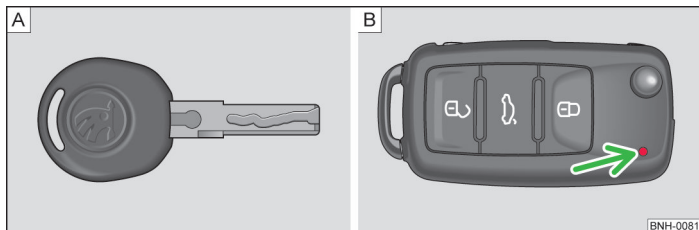
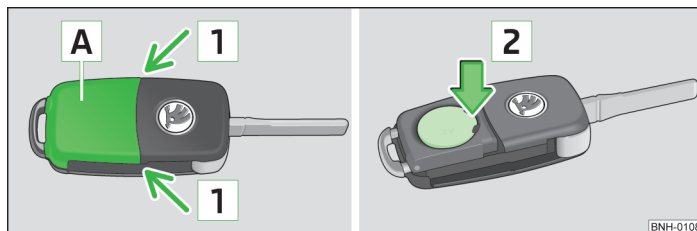

Fig. 7 Llaves sin telemando/llaves con mando a distancia
Fig. 8 Llave con radiotelemando: Quitar la tapa/extraer la pila
Con el vehículo se suministran dos llaves. Según el equipamiento, su vehículo puede estar provisto de llaves sin mando a distancia » fig. 7 - [A] o de llaves con mando a distancia » fig. 7 - [B].
Cada llave principal de radiotelemando contiene una pila que está alojada debajo de la tapa [A] » fig. 8. Si la pila está descargada, después de pulsar una tecla de la llave, no parpadea el testigo de control rojo » fig. 7 - [B]. Le recomendamos que lleve a cambiar la pilas de la llave a un contratante ŠKODA. Si, de lo contrario, desea cambiar la pila descargada Vd. mismo, proceda como sigue.
- Presionar la tapa del compartimento de la pila pulsando con el pulgar o con un destornillador plano en la zona de la flecha [1] » fig. 8.